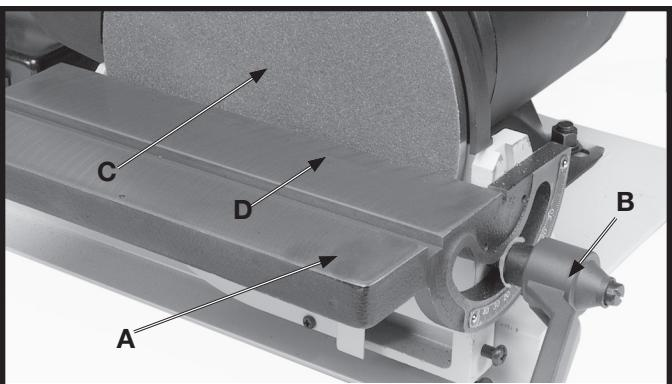

Fig. 28
La table pour ponceuse à disque (A) fig. 28, s'incline à 45 degrés vers le haut ou le bas. Desserrer la poignée de verrouillage (B) et incliner la table puis serrer la poignée de verrouillage (B). **REMARQUE** : la poignée de blocage (B) est à ressort et se déplace en retirant la poignée (B) et en la repositionnant sur le goujon à crans d'arrêt situé directement sous la poignée.
**A AVERTISSEMENT** pour éviter de coincer la pièce ou les doigts entre la table et le disque abrasif, positionner le disque abrasif (C) à un maximum de 1,6 mm (1/16 po) du bord de la table (D).